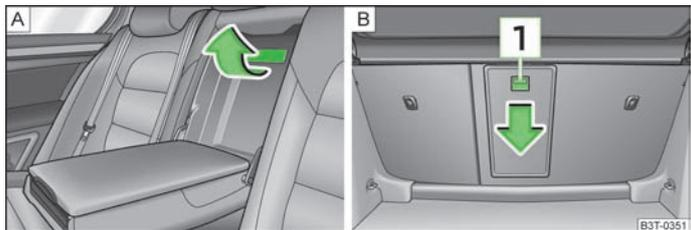

Fig. 100 Bancos traseiros: pega da tampa / bagageira: botão de desbloqueio
- › Puxe o manipulador para cima, até ao batente, e abra a tampa para baixo » Fig. 100 - A.
- › Empurre o botão de desbloqueio A » Fig. 100 para baixo e vire a tampa (com o apoio de braço) para a frente.